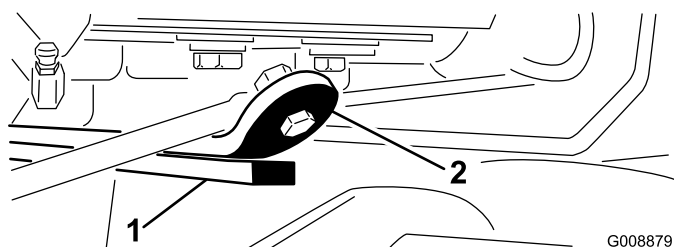

Figura 28
- 3. Arranque el motor, eleve los brazos de elevación y compruebe que la holgura entre la pletina que está encima de la barra de desgaste de la unidad de corte trasera y la pletina de amortiguación es de 0,51 a 2,54 mm (Figura 28).